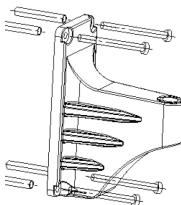

Fig.1
- Fixez correctement le support avec quatre vis autotaraudeuses (Fig. 1)